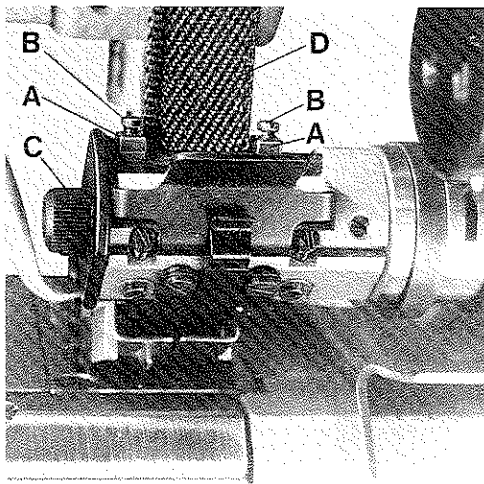

Fig. 46
Set the two tape guides (A, Fig. 46) to the width of the cuff and heel tape. Right and left the tape guides should be set equally to the two turned grooves in roller (C). The tape (D) should be guided loosely but without too much lateral play.
After loosening screws (B, Fig. 46) the tape guides can be set accordingly. Retighten screws.
Stellen Sie die beiden Bandführungen (A, Fig. 46) auf die Breite des Hosenstoßbandes ein. Rechts und links sollen die Bandführungen gleichmäßig an die beiden Eindrehungen in der Walze (C) gestellt werden. Das Band (D) muß lose, aber ohne großes seitliches Spiel geführt werden.
Nach Lösen der Schrauben (B, Fig. 46) können die Bandführungen entsprechend eingestellt werden. Ziehen Sie die Schrauben wieder an.